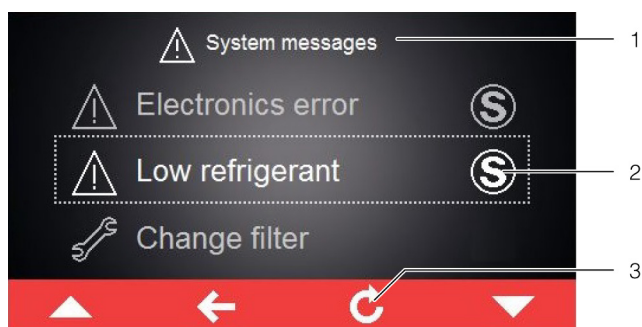

Fig. 43: Schermata con messaggi di malfunzionamento/guasto
In presenza di un messaggio di malfunzionamento/guasto non risolvibile in autonomia dall'utente e che non scompare automaticamente, al suo fianco e nella barra comandi, accanto al simbolo dei messaggi di sistema, viene visualizzata l'icona «Service» (Fig. 43, pos. 2).